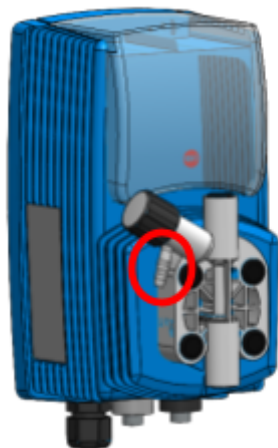

Abbildung 48.
- Vorbereitung: Befestigen Sie den Schlauch fest an der Spritze und schließen Sie das andere Ende des Schlauchs an den Entlüftungsnippel des Pumpenkopfes an (siehe Abbildung 48).